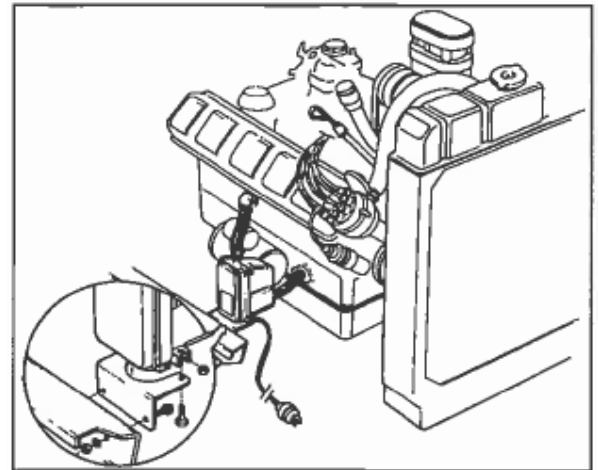

图2 典型安装
1.2.1 加热器的安装位置要满足下列条件（参照图 2 到图 6）：